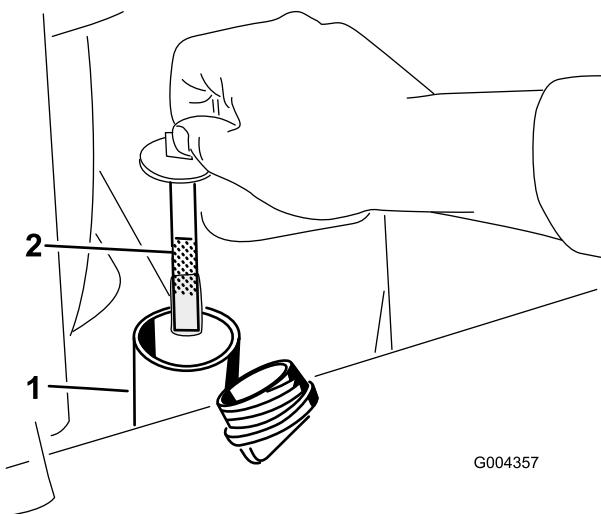

**Figure 59**
5. Nettoyez la surface autour du goulet de remplissage du réservoir hydraulique (Figure 59).